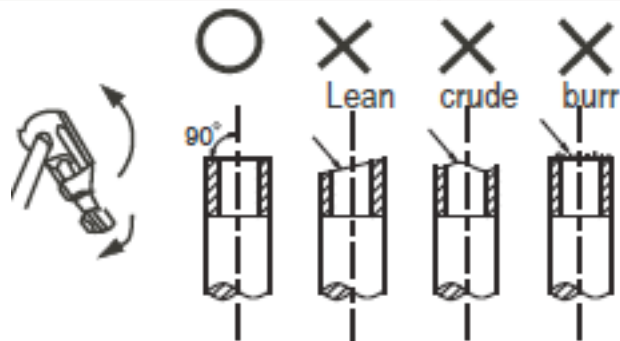

Fig.7-1
- Corte o tubo com um cortador de tubos. (Refira-se à Fig. 7-1)